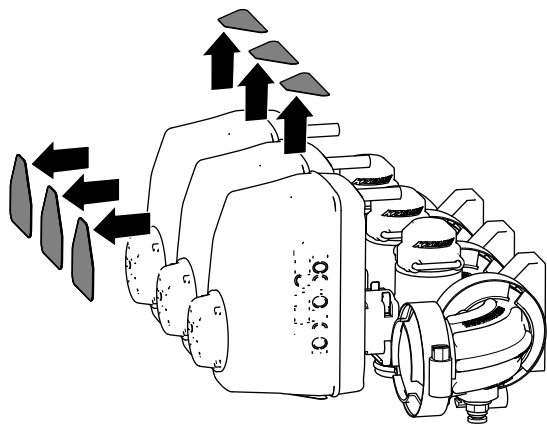

Figure 53
- Retirez les 6 autocollants des 3 vannes de section de rampe (Figure 53).